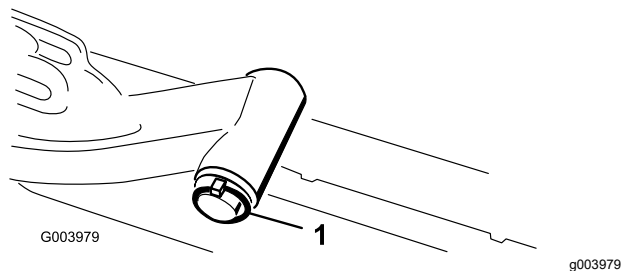

Figura 11
- A. Togliete la coppiglia ad anello e la rondella che fissano l'albero di articolazione al braccio di sollevamento ed estraete l'albero dal braccio di sollevamento (Figura 11).
C. Inserite l'albero del braccio di sollevamento nel braccio di sollevamento e fissatelo con la rondella e la coppiglia ad anello (Figura 11).